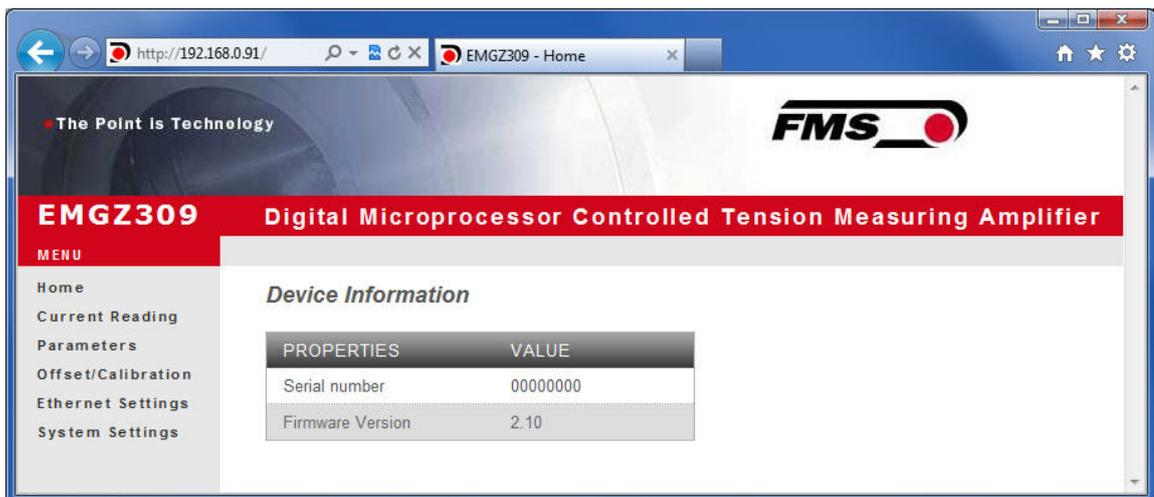

Bild 17: Seriennummer und Geräteinformationen
Wurde der Verstärker einmal im Netzwerk integriert, kann er z.B. mit der Netzwerkadresse <http://192.168.000.090> kontaktiert werden. Nachdem die Verbindung mit dem Verstärker geschaffen wurde, erscheint auf ihren PC der folgende Bildschirm (**Bild17**).
3. Der Bildschirm „Device information“ (**Bild 17**) öffnet sich.